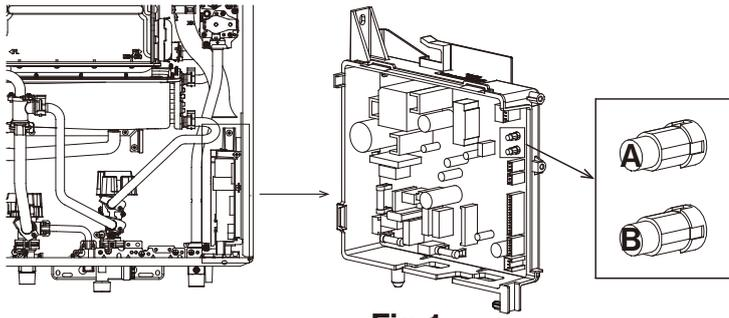

Fig. 1
3. Pulsar el botón "A" durante 1 segundo (Fig. 1).